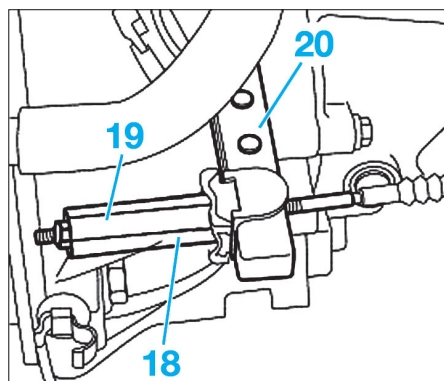

Fig. 26
- Déconnecter l'interrupteur des feux de recul (16), puis désolidariser son câblage de l'étrier de soutien (17).
- Sur les véhicules équipés d'un câble d'embrayage, dévisser le dispositif de réglage de course (18), puis détacher le câble d'embrayage (19) et du levier (20) (Fig.26).